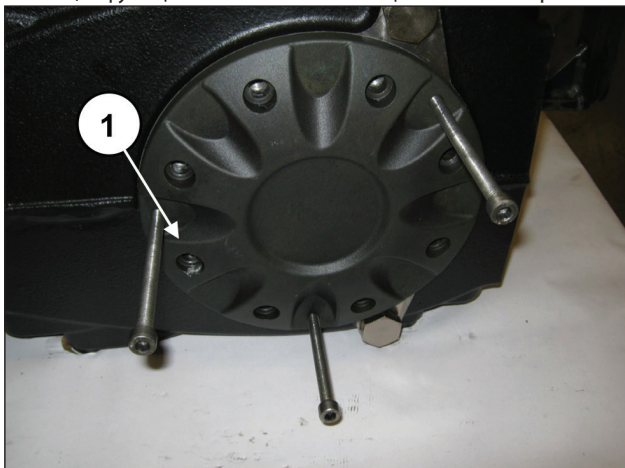

Рис. 28
Установите 3 штифта или резьбовых винта М8 (поз. ①, Рис. 28) с функцией съемников в специальные отверстия.